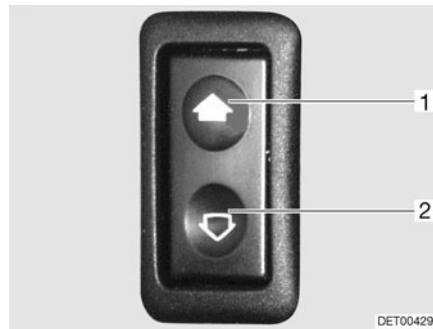

Fig. 16 Interruptor para el elevallunas eléctrico
El vehículo está equipado con un elevallunas eléctrico (Fig. 16) en el lado del conductor.
- Abrir:* ■ Pulsar la parte inferior del conmutador (Fig. 16,2).
- Cerrar:* ■ Pulsar la parte superior del conmutador (Fig. 16,1).